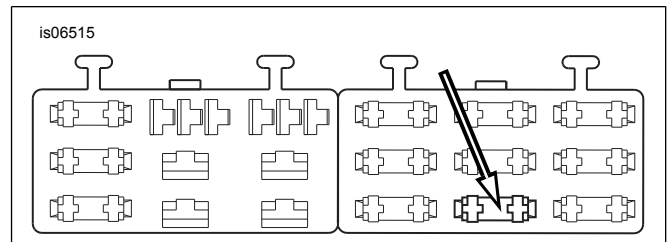

Figura 8. Cavidade do bloco de fusíveis "OPEN" (aberta) (modelos Dyna ano 2004 e posteriores)
4. Veja Figura 8. Localize a cavidade de fusível indicada como "OPEN" (aberta) na tampa do bloco de fusíveis do bloco de fusíveis do lado direito. Insira o terminal no fio adaptador laranja/branco até parar. Consulte um terminal próximo instalado na fábrica para comparar e para verificar a orientação e a profundidade corretas.